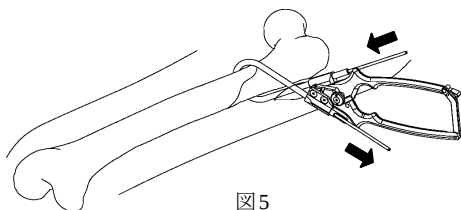

図5
- 5) パッサーのパイプ開口部からケーブルチューブを通します。(図5) ケーブルチューブが通にくい場合は、反対側の開口部から通して下さい。